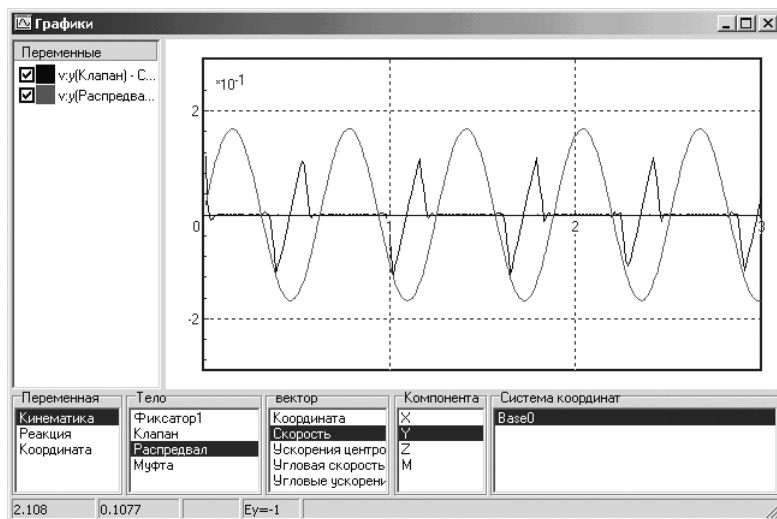

Рис. 1.129. Уточненное состояние отдельного окна **Графики** после завершения процесса моделирования механизма **кулачок – клапан**
- щелкните по кнопке **ОК**. Возможное уточненное состояние графического окна показано на рис. 1.129.